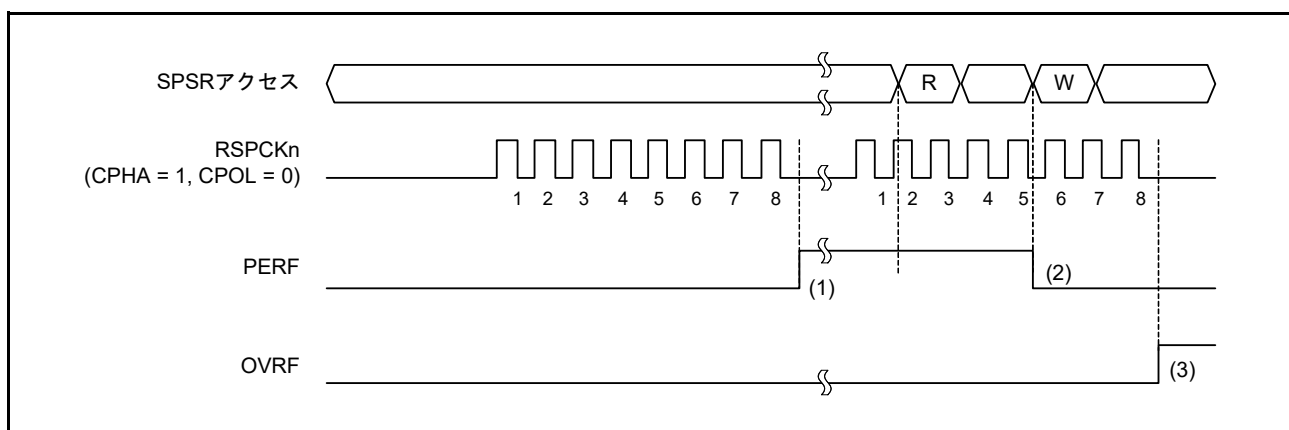

図 30.31 OVRF フラグおよび PERF フラグの動作例
図 30.31 に、OVRF フラグと PERF フラグの動作例を示します。図 30.31 に記載の“SPSR アクセス”は、SPSR レジスタへのアクセス状況を示しています。“W”は書き込みサイクル、“R”は読み出しサイクルを示しています。この例では、SPCR.TXMD ビットが 0、SPCR2.SPPE ビットが 1 の状態で全二重同期式シリアル通信を行います。SPCMD0.CPHA ビットが 1、SPCMD0.CPOL ビットが 0 の設定で、SPI が 8 ビットのシリアル転送を実行しています。RSPCKn 波形の下に記載した数字は RSPCK サイクル数 (= 転送ビット数) を示しています。
以下に、図 30.31 の (1) ~ (3) に示したタイミングでのフラグ動作を説明します。
- (1) SPI がオーバーランエラーを検出せず、シリアル転送が終了すると、SPI はシフトレジスタのデータを受信バッファにコピーします。このとき、SPI が受信データをチェックし、パリティエラーを検出すると PERF フラグを 1 にします。
- (2) PERF フラグが 1 の状態で SPSR レジスタを読んだ後、PERF フラグに 0 を書くと、PERF フラグが 0 になります。
- (3) SPI がオーバーランエラーを検出し、シリアル転送が終了すると、シフトレジスタのデータを受信バッファにコピーしません。このとき、SPI はパリティエラーを検出しません。